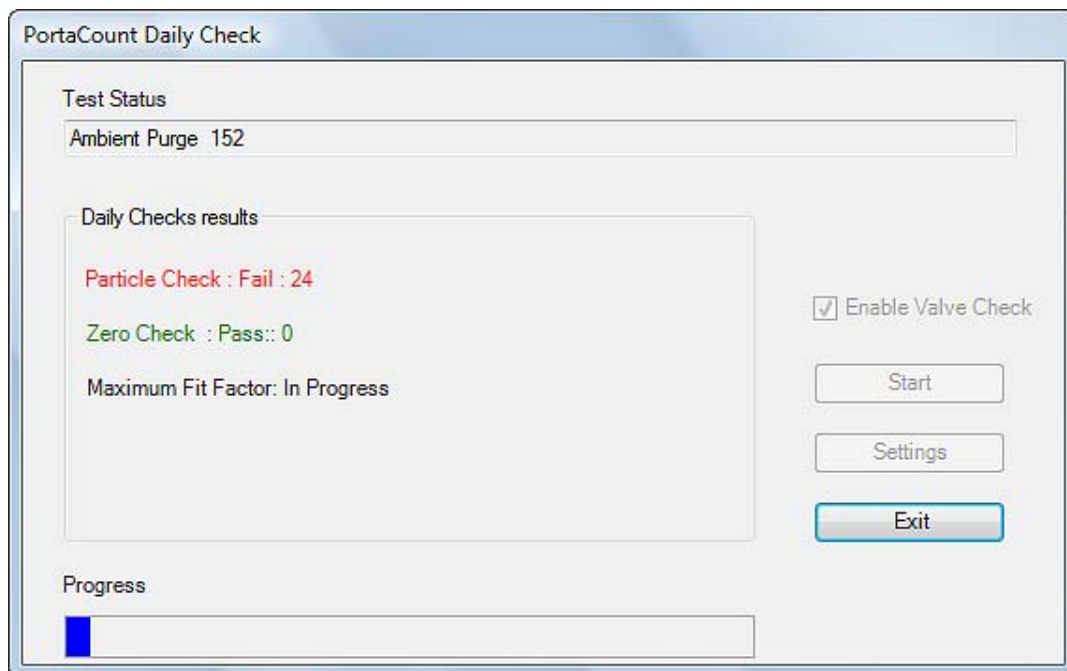

Ilustración 17. Cuadro de diálogo Daily Checks (Comprobaciones diarias)
1. Seleccione **PortaCount** | **Daily Checks** o . Aparecerá el cuadro de diálogo PORTACOUNT Daily Checks (Comprobaciones diarias de PORTACOUNT) (Ilustración 17).